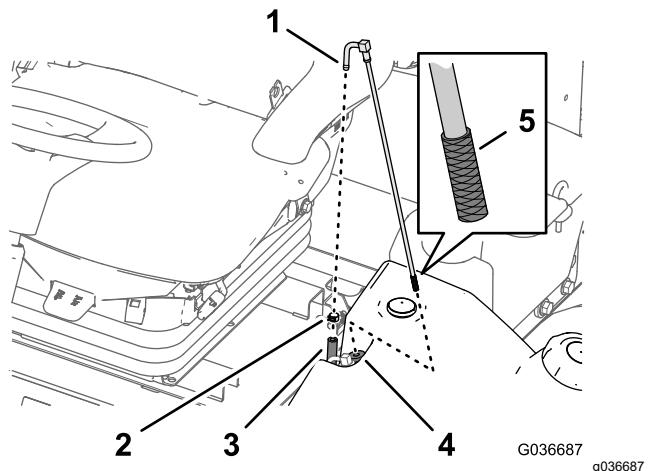

Рисунок 58
2. Отсоедините шланг от штуцера (Рисунок 58).
3. Извлеките топливозаборную трубку из топливного бака (Рисунок 58).
4. Очистите от загрязнений сетчатый фильтр на конце топливозаборной трубы (Рисунок 58).
5. Вставьте топливозаборную трубку в резиновую втулку и в бак (Рисунок 58).
- Снимите шланговый хомут, который крепит шланг подачи топлива к штуцеру топливозаборной трубы (Рисунок 58).